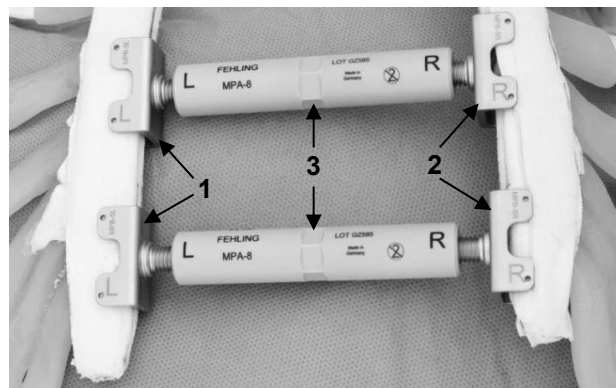

Fig. 2: Ejemplo de configuración para uso en caso de osteoporosis
A diferencia de otros grupos de pacientes, deben utilizarse **dos** separadores esternales, cada uno de ellos compuesto por una tuerca de PEEK (3) y dos hojas esternales (1 y 2) (MPB-5R/L, MPB-6R/L), en paralelo (fig. 2).